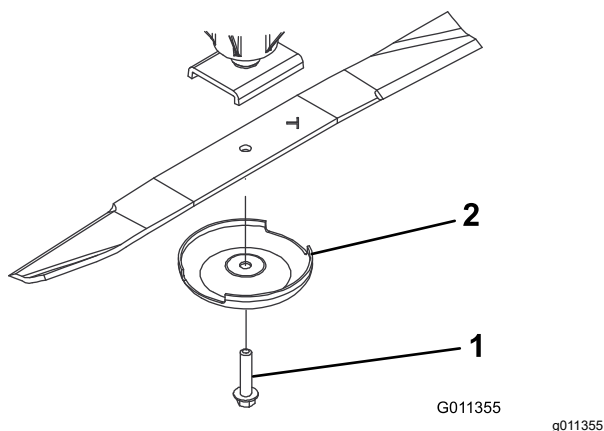

Figure 14
2. Tenez la lame par son extrémité avec un chiffon ou un gant épais. Enlevez le boulon, la coupelle de protection et la lame de l'axe de pivot (Figure 14).
3. Montez la lame, la partie relevée vers le plateau de coupe, et fixez-la avec la coupelle de protection et le boulon (Figure 14). Serrez le boulon de la lame à un couple de 115 à 149 N·m.